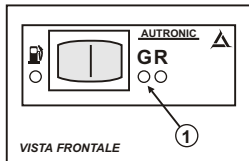

Fig.1
Quando l'interruttore è nella posizione GAS (G-Fig.1) il motore parte a benzina. Il cambio a GAS è fatto automaticamente quando si giunge ad una determinata soglia giri determinata durante l'installazione:
- Avviare il motore con il commutatore in posizione GAS (G-Fig.1)
--> Il led giallo lampeggia (1-Fig.1)
- Ruotare il trimmer (Fig.2) fino ad avere il led giallo sempre acceso (1-Fig.1)
- L'interruttore deve essere settato nella posizione a GAS (G-Fig.1)
- Portare l'interruttore nella posizione BENZINA (B-Fig.1) e poi portarlo nella posizione GAS (G-Fig.1)